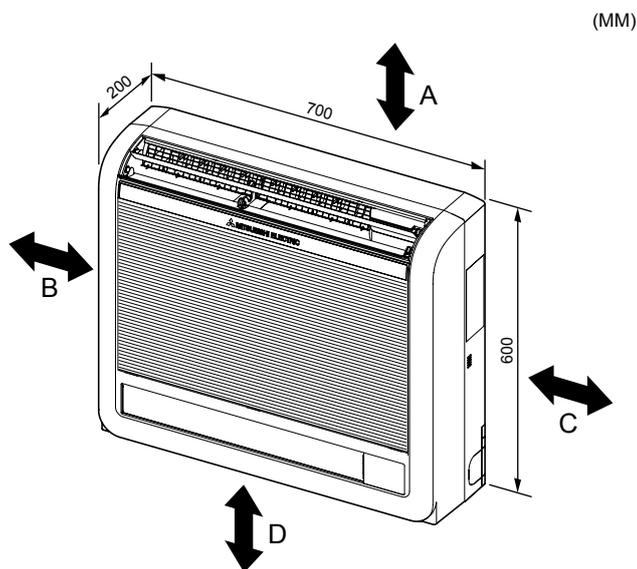

Fig. 2-1
①	Дренажный шланг	1
②	Крышка трубы	1
③	Лента	2
④	Крепежный кронштейн внутреннего прибора	1
⑤	Крепежный винт для ④ 4 × 25 mm	5
⑥	Шуруп для крепления внутреннего прибора	4
⑦	Прокладка для ⑥	4
⑧	Войлочная лента (Используется для трубопроводов слева или слева сзади)	1
⑨	Кабель пульта дистанционного управления MA	1
2.1. Контурные габариты (Внутренний прибор) (Fig. 2-1)